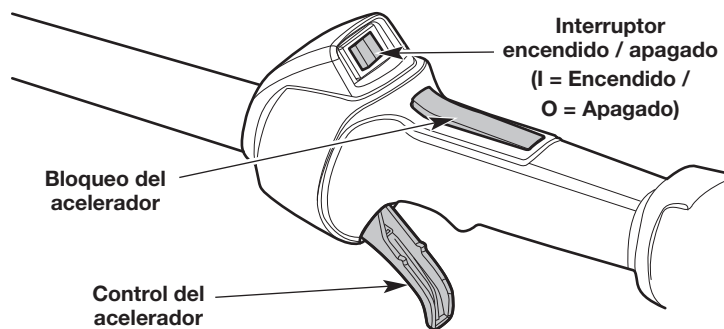

Fig. 9
NOTA: No es necesario encender la unidad. El interruptor de encendido/apagado está en la posición **Encendido (I)** en todo momento (Fig. 9).
NOTA: NO apriete el control del acelerador (Fig. 9) hasta el paso 6.
6. Oprima y mantenga apretado el bloqueo del acelerador (Fig. 9). Apriete el control del acelerador según sea necesario para el funcionamiento (Fig. 9).
2. Oprima y mantenga apretado el interruptor de encendido/apagado en la posición **Apagado (O)** hasta que el motor se pare por completo (Fig. 9).
NOTA: No hay necesidad de encender la unidad. El interruptor de Encendido/Apagado debe estar en la posición **Encendido (I)** en todo momento (Fig. 9).
NOTA: NO apriete el control del acelerador (Fig. 9) hasta el paso 8.
8. Oprima y mantenga apretado el bloqueo del acelerador (Fig. 9). Apriete el control del acelerador según sea necesario para el funcionamiento (Fig. 9).